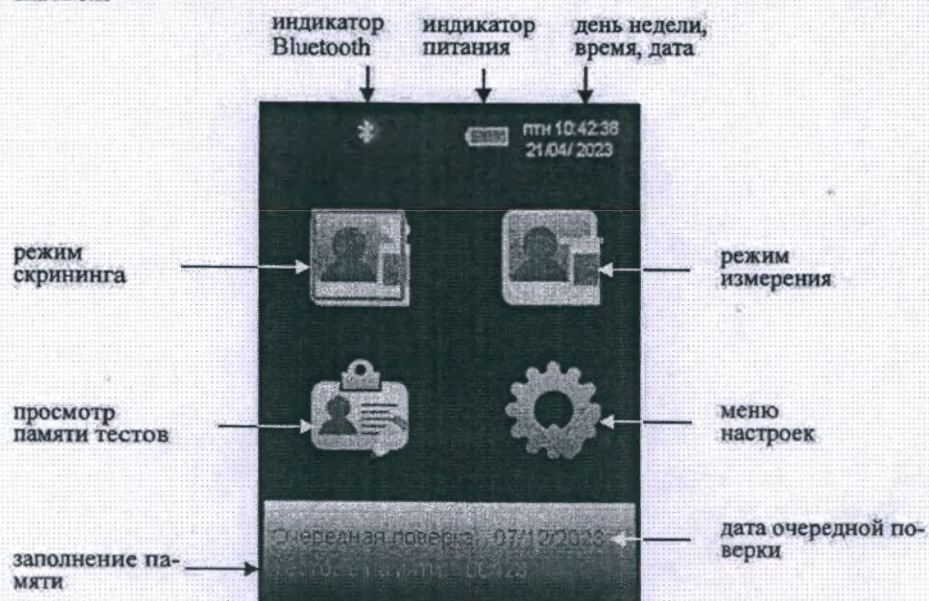
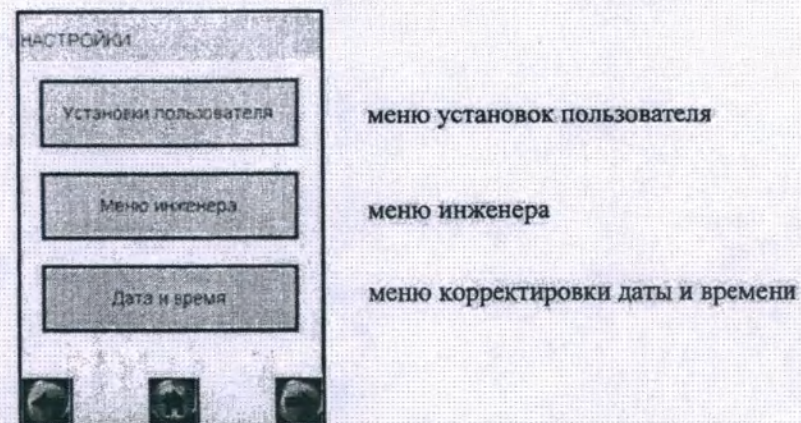
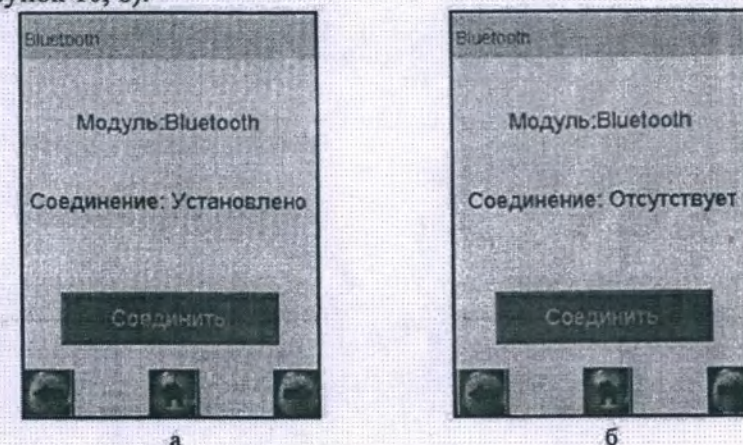
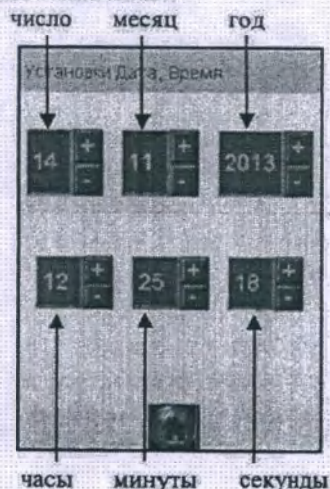

Рисунок 5 – Главное меню анализатора
Рисунок 6 – Меню настроек
Рисунок 10 – Окно Bluetooth (возможные варианты)
Рисунок 11 – Установка даты и времени
2.2.1 Включение анализатора производится нажатием на кнопку включения/выключения, удерживая ее до звукового сигнала (около 3-х секунд). При этом на экране появляется заставка с сокращенным обозначением анализатора и номером версии ПО, проводится автотестирование, после этого на экране появляется главное меню анализатора (рисунок 5).
2.3.1 Главное меню анализатора состоит из 4 пунктов-иконок и индикаторов, информирующих об уровне напряжения питания, текущем времени и дате, соединении с термопринтером (или внешним устройством) по Bluetooth, также в главном меню отображается дата очередной поверки и сведения о заполнении памяти (рисунок 5).
2.5.2 Для входа в меню настроек в главном меню анализатора (рисунок 5) выберите пункт-иконку . На сенсорном экране появится меню «НАСТРОЙКИ», состоящее из трех пунктов, предназначенных для перехода в соответствующие меню (рисунок 6).
2.5.8.1 Перейдите в меню «Установки пользователя» (согласно 2.5.4 настоящего РЭ), далее нажмите на кнопку «Bluetooth» (рисунок 6). На экране появится окно «Bluetooth» (рисунок 10).
- «Соединение: Установлено» – при наличии соединения с термопринтером или внешним устройством по Bluetooth (рисунок 10, а);
- «Соединение: Отсутствует» – при отсутствии соединения с термопринтером или внешним устройством по Bluetooth (рисунок 10, б).
статус соединения изменится на «Установлено» (рисунок 10, а), в противном случае нажмите кнопку «Соединить» еще раз.
Для корректировки текущей даты и времени в анализаторе войдите в меню настроек (согласно 2.5.2 настоящего РЭ). Нажмите на кнопку «Дата и время» (рисунок 6) – на экране появится окно «Установки Дата, Время» (рисунок 11).
Вход в окно «Установки Дата, Время» также можно выполнить, нажав на область в правом верхнем углу экрана в главном меню анализатора, где отображаются текущие дата и время (рисунок 5).